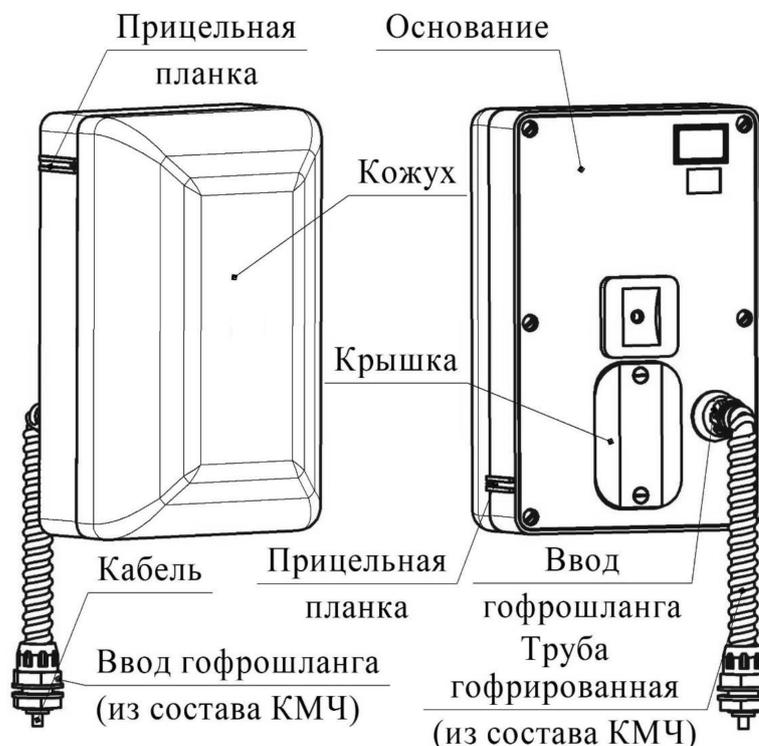

Рисунок 6 – Конструкция блоков ПРД и ПРМ извещателей М100 и М200
1.4.2.1 Блок ПРД (рисунок 6) состоит из пластикового основания, на котором установлены СВЧ-модуль, вставка параболическая и модулятор. Основание закрывается радиопрозрачным кожухом. В нижней части блока имеются три отверстия, предотвращающие образование конденсата внутри блока. Органы настройки закрыты крышкой. От несанкционированного вскрытия крышка защищена кнопкой. На боковой поверхности основания расположены прицельные планки для упрощения процедуры юстировки извещателей. Подключение блока к коробке распределительной или блоку питания осуществляется с помощью трёхжильного кабеля, выведенного из блока через ввод гофрошланга.
1.4.2.1 Блок ПРМ (рисунок 6) состоит из пластикового основания, на котором установлены СВЧ-модуль, вставка параболическая и плата обработки с органами настройки. Основание закрывается радиопрозрачным кожухом. В нижней части блока имеются три отверстия, предотвращающие образование конденсата внутри блока. Органы настройки закрыты крышкой. От несанкционированного вскрытия